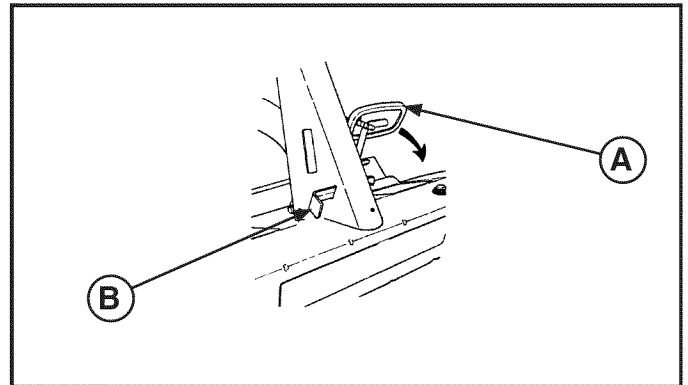

FIGURA 11
1. Para aplicar el freno de estacionamiento, presione el pedal de embrague/freno (A, Figura 11) todo el recorrido hacia abajo, deslice el enganche del freno de estacionamiento (B) todo el recorrido hacia dentro y suelte el pedal de embrague/freno. Un seguro en el enganche del freno de estacionamiento mantendrá el freno de estacionamiento enganchado.